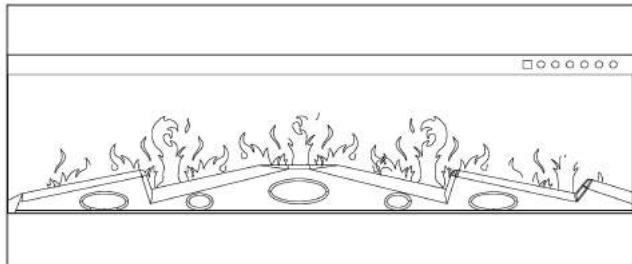

Рисунок 1
- B. Если Ваша модель камина поставляется с готовым комплектом фальшь-дров, извлеките комплект из упаковки и поместите внутрь камин в указанном месте. См. Рисунок 1.
- C. Для создания эффекта тлеющих углей сначала извлеките фальшь-древа из камина и установите в указанном месте пластиковую подставку (J). Далее аккуратно поместите кристаллические фальшь-угли на пластиковую подставку, как показано на рисунке. Равномерно распределите угли по всей поверхности подставки. См. Рисунки 2-3.